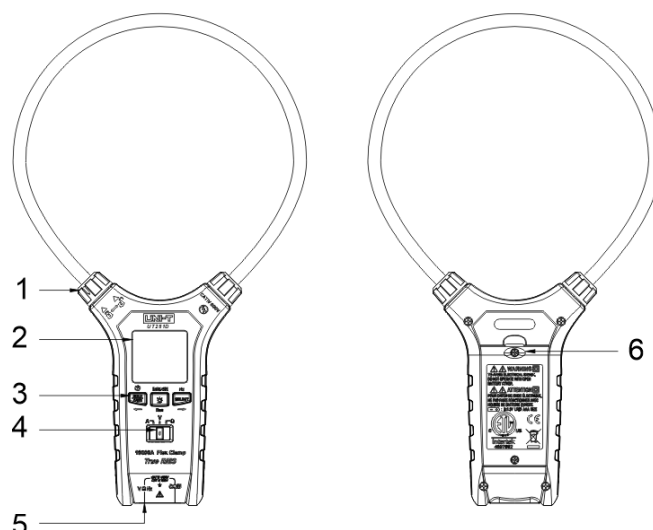

Figure 1
7. Structure externe (Figure 1)
3. Mesure de continuité et de résistance (Figure 1)